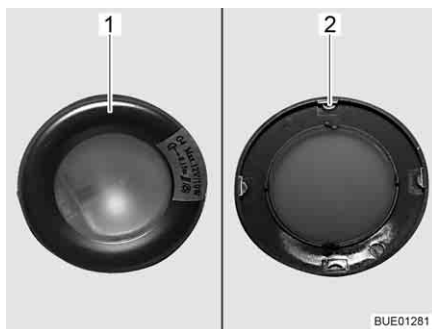

Bild 276 Infälld halogenlampa
Den infällda halogenlampan (Bild 276) är monterad försänkt.
- Vrid på skyddsringen (Bild 276,1) tills spåren (Bild 276,2) på skyddsringen sitter i de därunder sittande spåren på lamphuset.